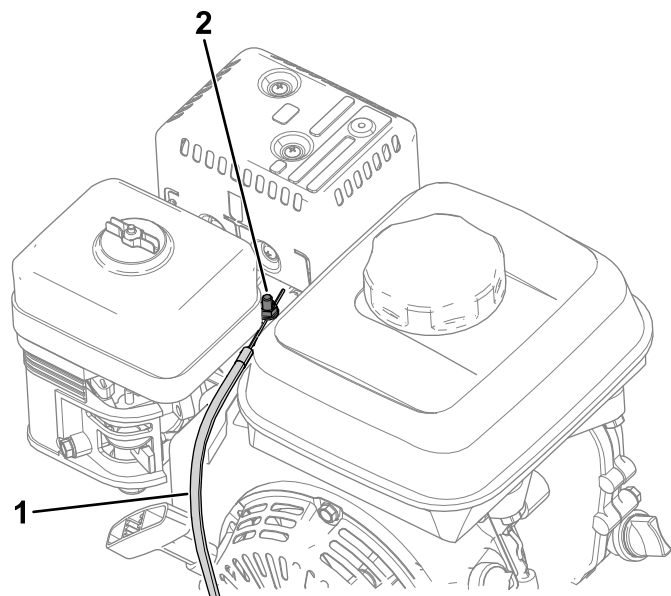

Bild 37
4. Lösen Sie die Schraube an der Kabelkanalklemme (Bild 37).